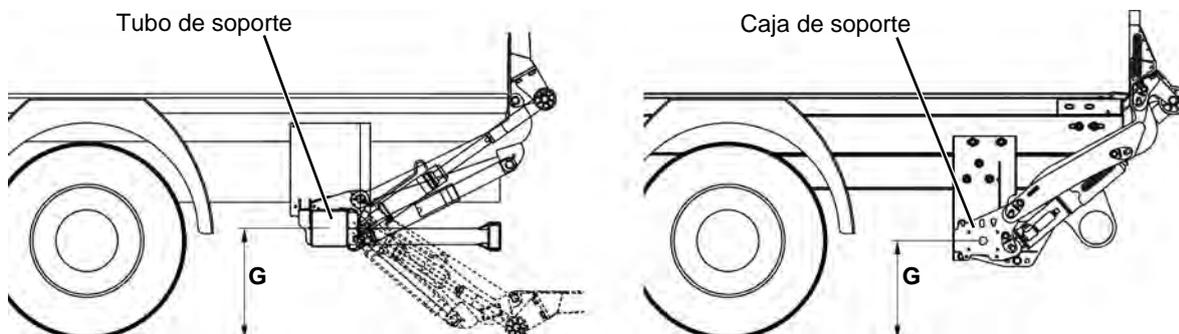

Figura 47: Distancia del mecanismo de elevación al suelo (cota "G")
- ▶ Proceda como se describe en el capítulo 10.5, página 69, si la distancia entre el elevador y el suelo es pequeña (la cota "G" desde el centro del tubo de soporte/la caja de soporte hasta el suelo es inferior a 450 mm, véase Figura 47).
Procedimiento especial si la distancia entre el elevador y el suelo es pequeña (la cota "G" desde el tubo de soporte/la caja de soporte hasta el suelo es inferior a 450 mm, véase Figura 47, página 68):